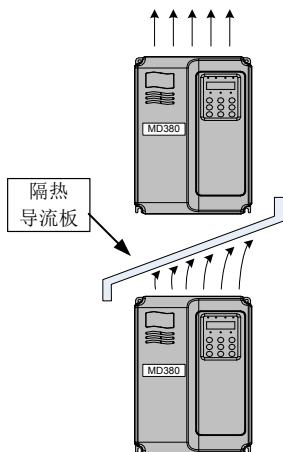

图 3-2 隔热导流板安装示意图上下安装图
- 2) 请向上垂直安装变频器，便于热量向上散发。若柜内有多台变频器时，请并排安装。在需上下安装的场合，请参考图 3-2，安装隔热导流板。